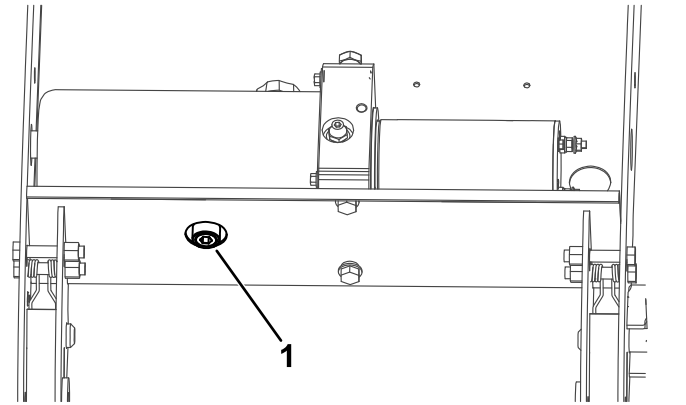

Bild 31
5. Reinigen Sie den Bereich um die Ablassschraube (Bild 31).